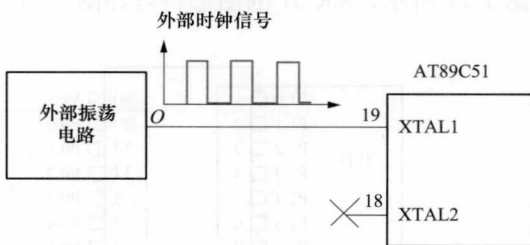

图 1-9 AT89C51 外部时钟电路
(2) 外部时钟方式。单片机还可以工作在外部时钟方式下。这时，将通过外部振荡电路产生的方波信号从单片机的 XTAL1（19 管脚）输入，使 XTAL2（18 管脚）悬空，由方波信号的频率决定单片机的工作频率，如图 1-9 所示。显然，使用内部时钟方式时，不需要另外设计振荡电路，且系统结构简单，这就是单片机系统中大多使用内部时钟信号的原因。